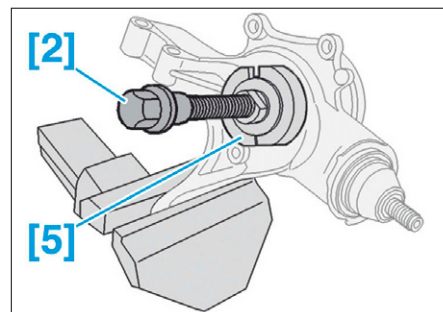

FIG. 23
- les outils [5] et [2] (Fig.23).